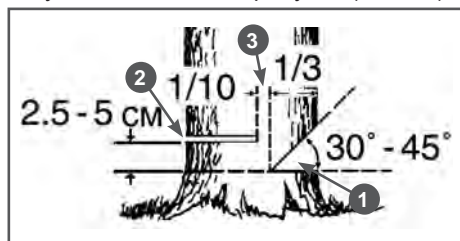

Рис. 11 Расположение запила, пропила и недопила
- Начните пилить с той стороны дерева, куда оно должно упасть (Рис. 11). Сделайте запил 1 с той стороны, куда должно упасть дерево, глубиной примерно $1/3$ диаметра ствола и под углом от 30 до 45 градусов (Рис. 11).
Ни в коем случае не допиливать до конца недопил 3 (Рис. 11), так как при этом невозможно контролировать направление падения дерева.
- Сделайте основной валочный пропил 2 с противоположной стороны, выше основания запила на $2,5-5$ см. Между основным пропилом и запилом должно оставаться недопил 3 примерно $1/10$ диаметра ствола. Вставьте своевременно клин в пропил. Недопил 3 действует как шарнир и позволяет контролировать падение дерева (Рис. 11).